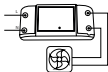

Рисунок 3.1
- бытовой прибор, например, вентилятор (см. рисунок 3.1);